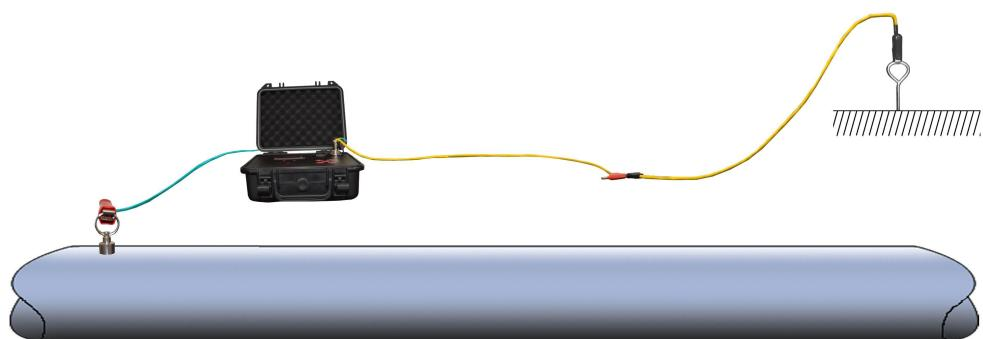

图4 单边接地示意图
(1) **单边接地：**只在目标管线的一边接地，这种接地方式是管道接线点与管道走向垂直方向 10-20M 处，将接地棒插入地下，干燥处需浇水湿润。见图 4.